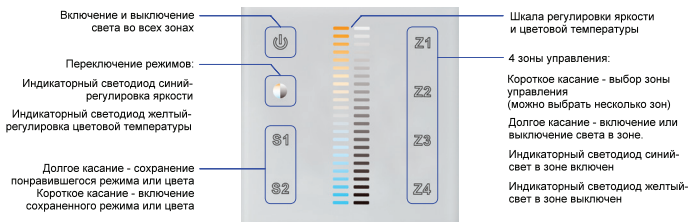

Рис.4. Назначение сенсорных кнопок
- 3.10. Проверьте управление лентой с панели (Рис.4).